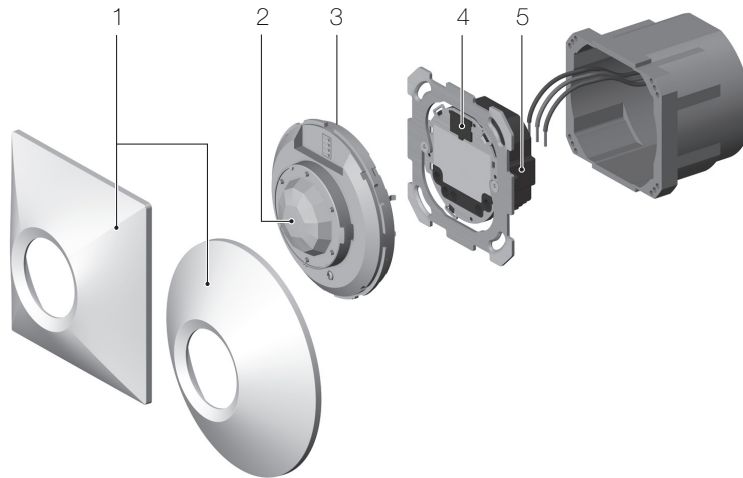

Fig. 25 Montage pirios 360, Trocken – UP
2. Schliessen Sie den Aktor (5) gemäss Schema (→ Kapitel 11) an und montieren Sie ihn.
3. Montieren Sie den Aktor (Fig. 25 zeigt die Unterputz-Montage Trocken). Beachten Sie bei Nass-Anwendungen (NAP/NUP) die Hinweise für die Entwässerung (→ Kapitel 8.1.1).
4. Entfernen Sie den Staubschutz von der Steckbuchse (4).
5. Setzen Sie den Sensor (2) so auf den Aktor (5) auf, dass die 8-poligen Steckstifte (3) in die Steckbuchse (4) des Aktors passen.
9. Montieren Sie die Abdeckhaube (1).